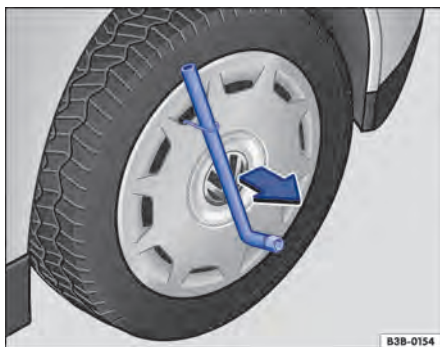

Fig. 212 Retirar a calota integral.
- Passar a chave de roda pelo gancho extrator → Fig. 212 e puxar a calota para fora no sentido da seta.